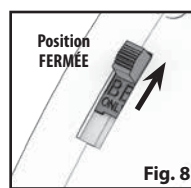

Fig. 8
- La hausse peut être réglée pour tirer plus haut ou plus bas (pointage en hauteur). Déplacez l'élevateur de visée vers l'avant pour tirer le plomb plus bas sur la cible. Tout en déplaçant l'élevateur, soulevez légèrement la hausse et amenez-la jusqu'à l'encoche désirée de l'élevateur (Fig. 8).